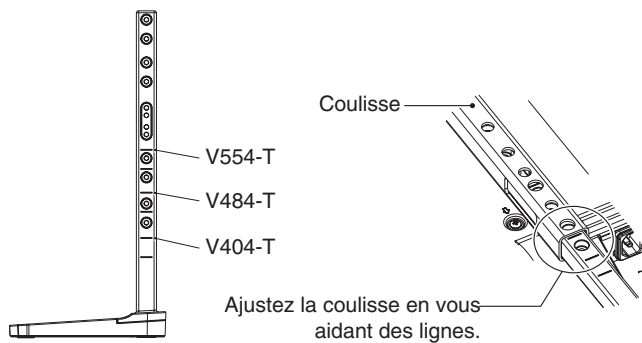

Figure 3
1. Les lignes figurant sur le support indiquent le réglage de la hauteur (**Figure 3**). Réglez le rail sur la hauteur de trait souhaitée.